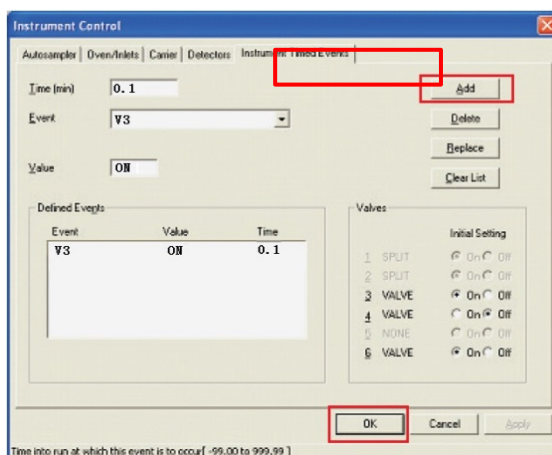

图 15
5.1.1 点击 GC 运行方法，在对话框“Instrument timed events”里，选择：V3，状态：ON，时间：0.1min。如图 15 所示。